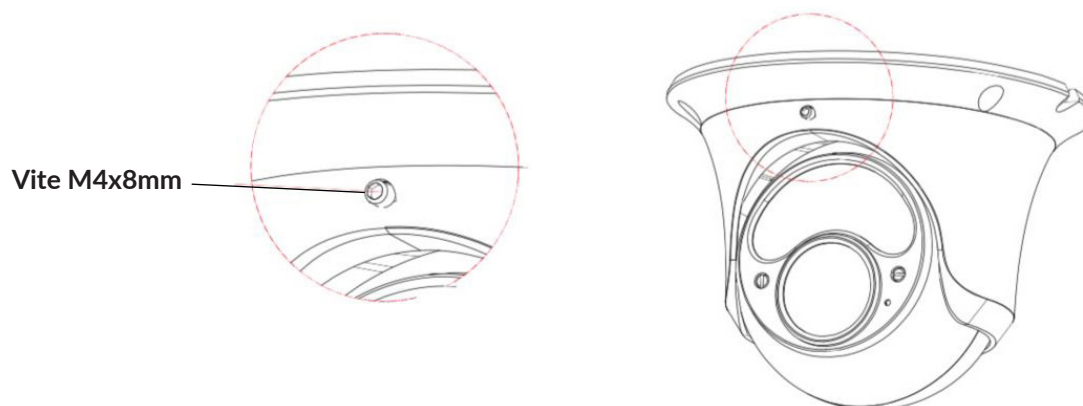

Figura 2
- 4) Regolare l'angolo di visuale, allentando la vite M4x8mm come mostrato nella figura 2